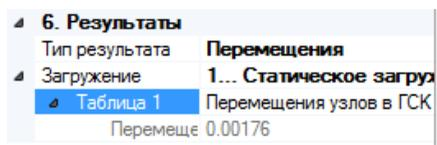

Рис. 14. Свойства узла: результаты
**2.3.3. Результаты** (результаты по узлам). Изменять параметры вкладок можно только в режиме **Исходные данные**. Если расчет произведен, то панель активного режима **Свойства узла** включает в себя вкладку **Результаты** (рис. 14).